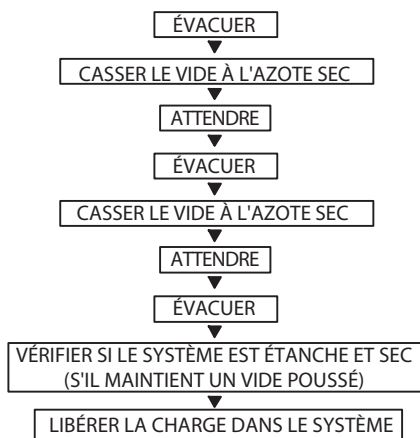

Fig. 37 - Méthode d'évacuation triple
Consultez la fig. 37 et procédez comme suit :
5. Répétez cette procédure comme indiqué à la fig. 37. Le système sera ensuite exempt de contaminant et de vapeur d'eau.